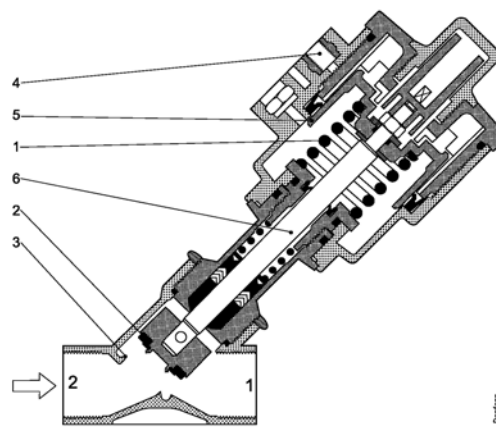

Рис. 1.2.
Клапан (рис. 1.2.) удерживается в открытом состоянии пружиной (1), которая отжимает поршень от седла клапана (3). При подаче давления через присоединение (4) управляющий поршень (5), шпindelь (6) и упорная прокладка (2) опускаются и клапан закрывается.